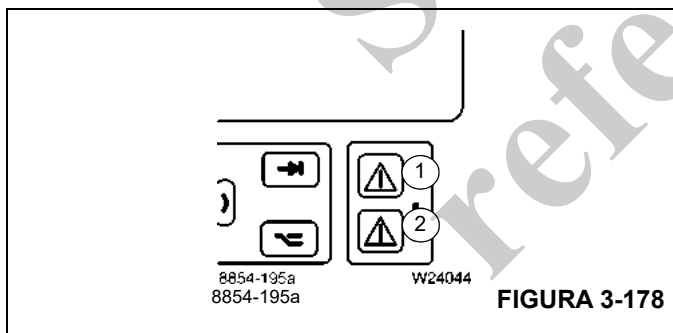

FIGURA 3-178
Indicador ámbar sólido (2), (Figura 3-178)	Grado de utilización de 90 a 100 % – zumbador emite sonido intermitente